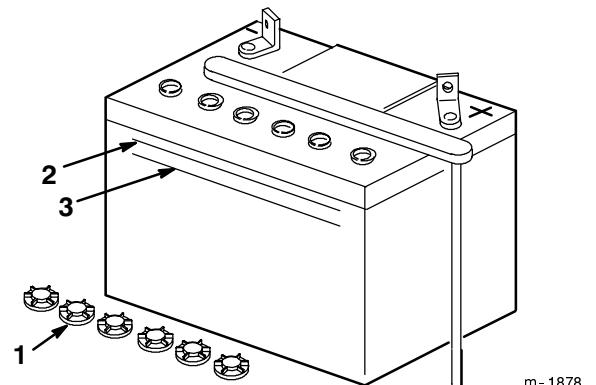

Figure 21
2. Regarder la batterie de côté. Le niveau de l'électrolyte doit arriver au repère "MAXI" ("UPPER", Fig. 21). Ne pas laisser l'électrolyte descendre en dessous du repère "MINI" ("LOWER", Fig. 21).
2. Dévisser les bouchons de remplissage (Fig. 21).
3. Verser lentement de l'eau distillée dans chaque élément jusqu'au repère "MAXI" (Fig. 21) sur le côté de la batterie.